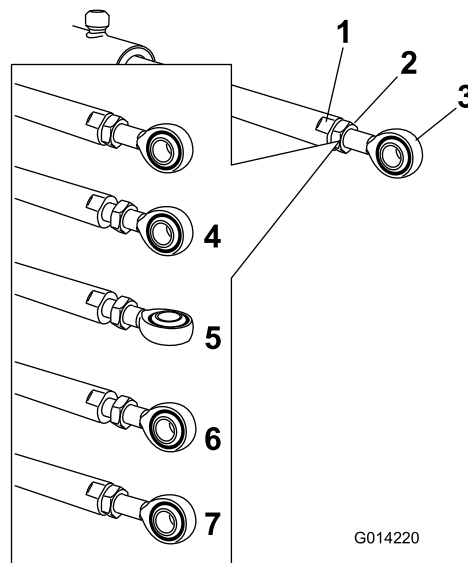

Рисунок 110
- Удерживая привод неподвижно с помощью ключа, накинутого на плоские грани штока привода, ослабьте контргайку (Рисунок 110).
- Поверните конец штока привода, чтобы увеличить или уменьшить длину выдвинутого привода, тем самым установив его в нужное положение (Рисунок 110).